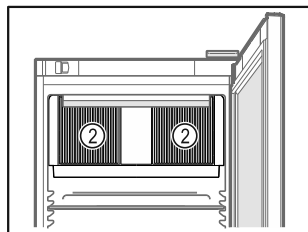

Fig. 62
- 内部循环风机的通风槽 Fig. 62 (2) 保持畅通。